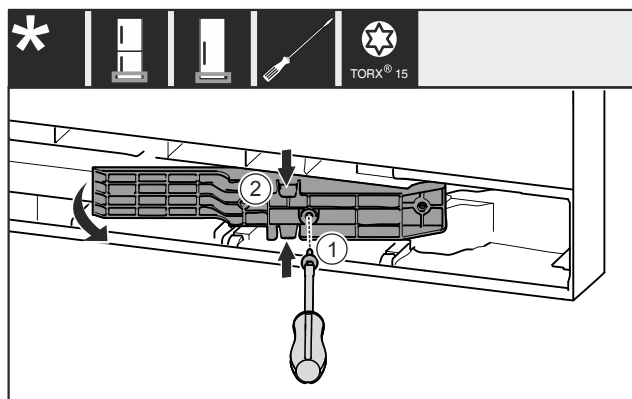

Fig. 22 *
- Îndepărtați șurubul Fig. 22 (1)*
- Comprimați ușor partea de sus și de jos și extrageți adaptorul Fig. 22 (2)*